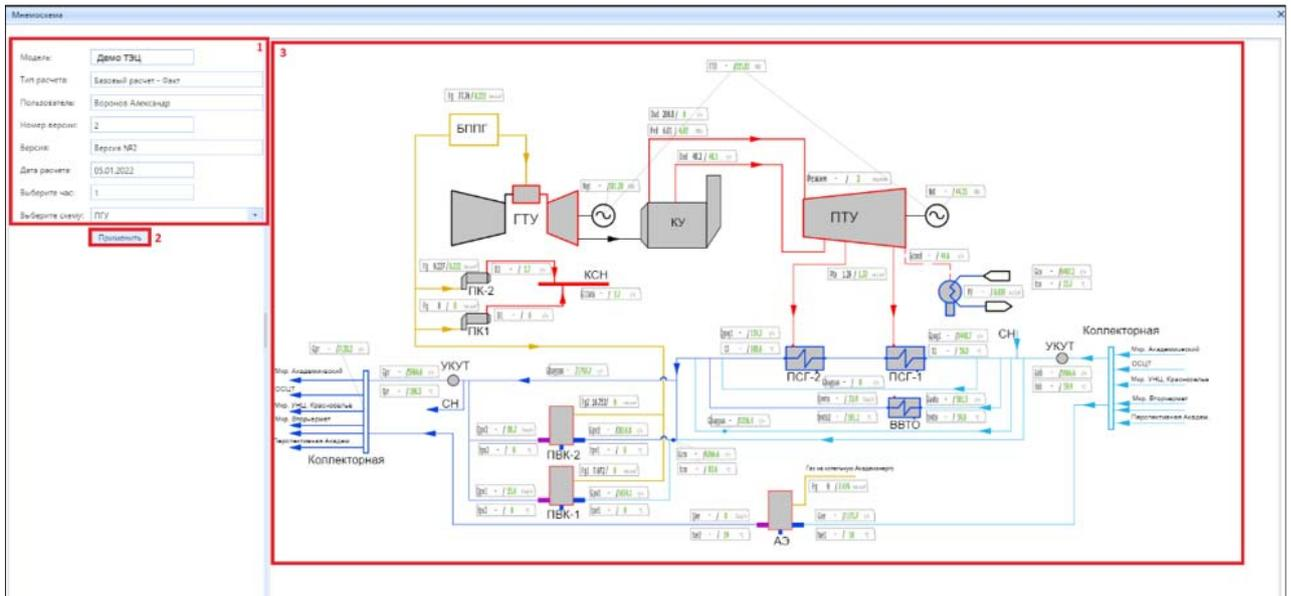

Рисунок 3.3.3 – Визуализация функции «Мнемосхема»
- (14) – кнопка «Предупреждения» для вывода текстовых сообщений по параметрам, значения которых выходят за установленные границы;
- (15) – кнопка сохранения результатов расчета в контроль характеристик, сводную таблицу и справочник переходящих данных;
- 17 – функциональность «Мнемосхема» позволяет визуализировать рассчитанные значения параметров на тепловой схеме объекта, как это показано на рис. 3.3.3. Для отображения мнемосхемы необходимо указать данные отчета (1) и нажать кнопку (2) «Применить» (рис. 3.3.3), затем отобразится мнемосхема с рассчитанными параметрами за выбранный час (3). Подробная инструкция по использованию функциональности «Мнемосхемы» будет рассмотрена далее;